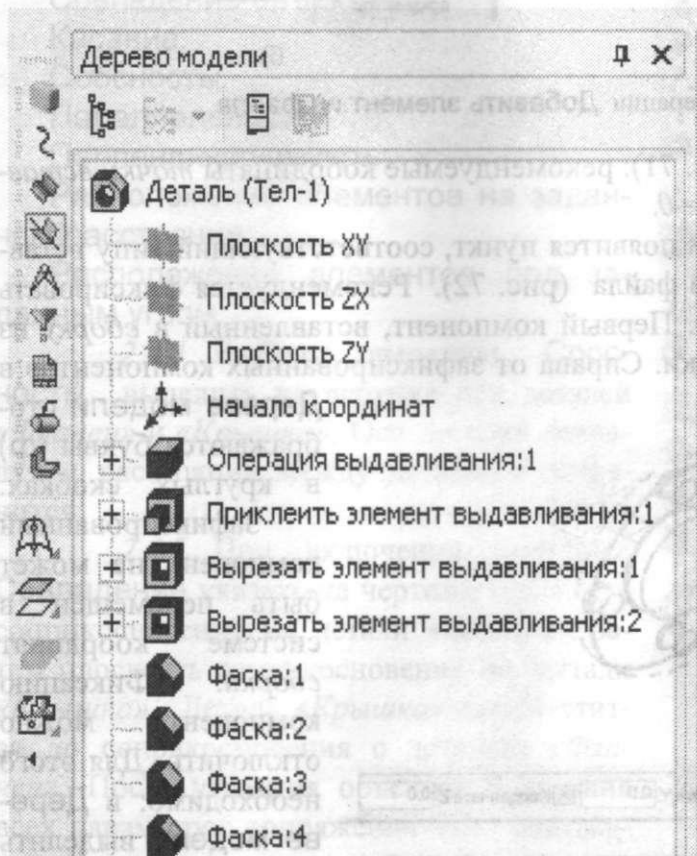

Рис. 69. Дерево модели и деталь «Подшипник»
1.5. Для построения детали «Подшипник» (рис. 69):
1.5.7. Выполнить фаски: наружная фаска на окружности диаметром 50 мм размерами 1x45° и две внутренние фаски на окружностях диаметром 35 мм – 2x45° (см. рис. 69).